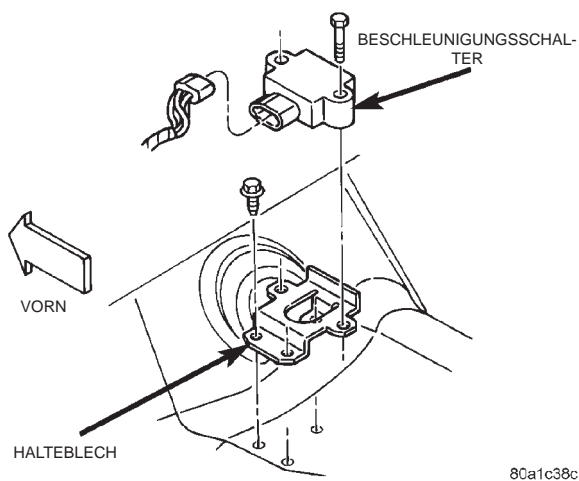

Abb. 14 Beschleunigungsschalter
- (1) Von der Fahrerseite aus den Teppich vor der Konsole / dem Wählhebel hochklappen.
- (2) Das Kabel vom Schalter abklemmen.
- (3) Die Befestigungsschrauben lösen und den Schalter abnehmen (Abb. 14).